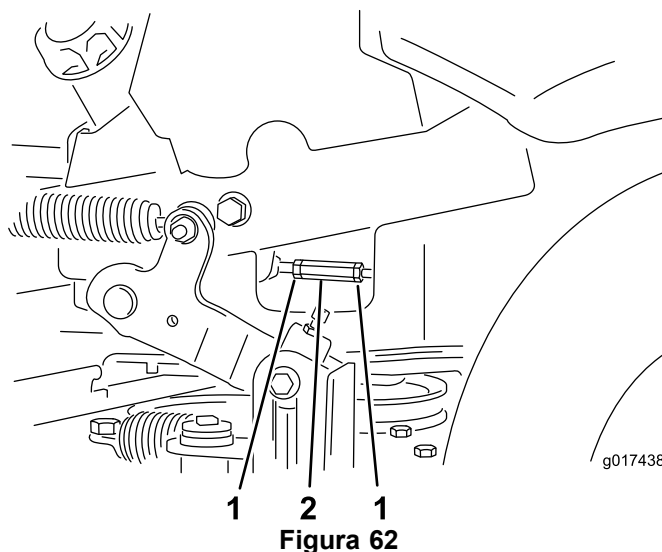

Figura 62
7. Ponga las palancas de control de movimiento en la posición de punto muerto. Ajuste las varillas de control de la bomba aflojando las dos contratuercas y girando la tuerca de ajuste en el sentido apropiado, hasta que las ruedas se muevan ligeramente en marcha atrás (Figura 62). Mueva las palancas de control de movimiento a la posición de marcha atrás y, aplicando una ligera presión a la palanca, deje que los muelles de marcha atrás devuelvan las palancas a punto muerto. Las ruedas deben dejar de girar o moverse muy lentamente en marcha atrás.
8. Apriete las dos contratuercas contra la tuerca de ajuste (Figura 62).